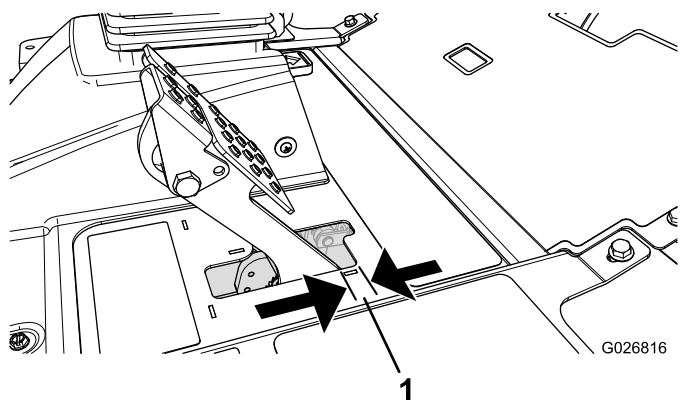

Figure 82
Réglez les freins si la garde à la pédale de frein est supérieure à 2,5 cm (Figure 82) ou si la force de maintien offerte est insuffisante. La garde est la distance parcourue par la pédale de frein avant que le freinage soit ressenti.
2. Serrez l'écrou arrière afin de pouvoir déplacer le câble en arrière jusqu'à obtention d'une garde de 6,3 à 12,7 mm (Figure 82), avant le blocage des roues.